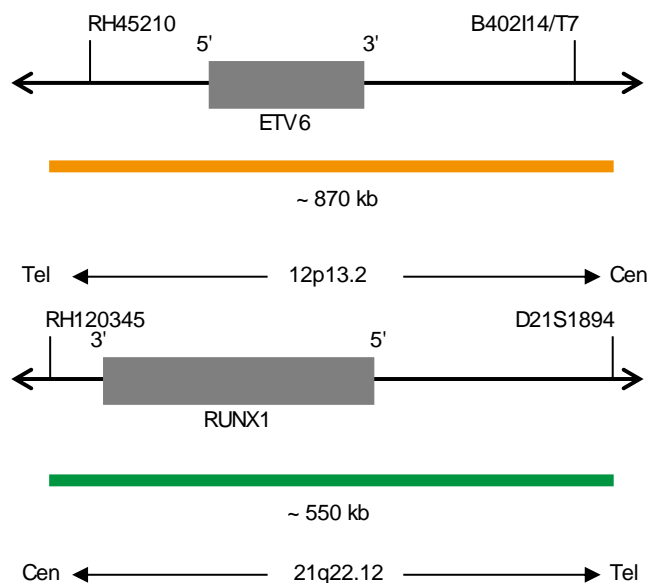

Fig. 1: Arriba: SPEC ETV6 Mapa de la sonda; abajo: SPEC RUNX1 Mapa de la sonda (no está a escala)
- Polinucleótidos marcados en naranja (excitación a 547 nm/emisión a 572 nm) ZyOrange (~6,0 ng/μl), dirigidos a secuencias localizadas en 12p13.2* (chr12:11,586,400-12,454,330) que albergan la región del gen ETV6 (ver Fig. 1).
- Polinucleótidos marcados en verde (excitación a 503 nm/emisión a 528 nm) ZyGreen (~12,0 ng/μl), dirigidos a secuencias localizadas en 21q22.12* (chr21:36,106,492-36,657,941) que albergan la región del gen RUNX1 (ver Fig. 1).